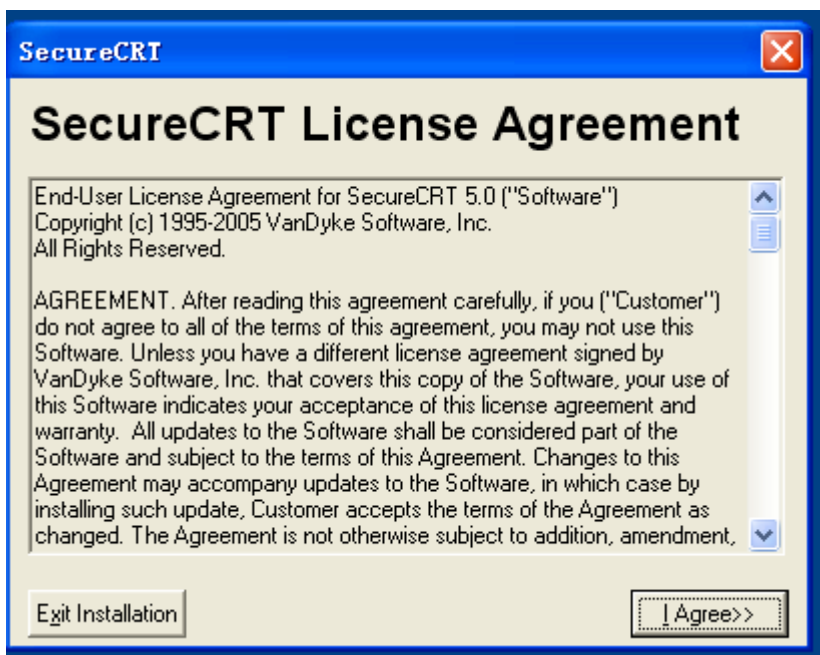

图 2.1
- 2、SecureCRT 软件需要安装，双击 scrt50b4.exe 图标，打开安装程序，出现如下图 2.1，